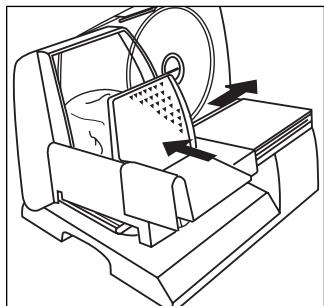

Figure 6
- Placez l'aliment à trancher sur le chariot et maintenez-le en place avec le poussoir. Tranchez l'aliment en faisant coulisser le chariot dans un mouvement de va et vient le long de la lame. Voir Figure 6. Pour éviter de vous blesser, tranchez toujours les aliments en vous servant du chariot et du poussoir. Lorsque la forme de la pièce à trancher ne permet pas l'utilisation du poussoir, vous pouvez retirer celui-ci. Toutefois, une extrême prudence s'impose pendant la coupe. Lorsque la taille de l'aliment a suffisamment diminué, remettez le poussoir en place pour continuer à trancher.